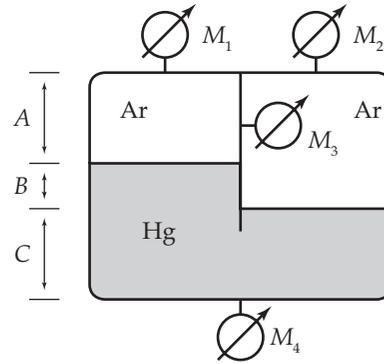

Figura Ep1.3
**Ep1.3** No tanque ilustrado na Figura Ep1.3, as dimensões A, B e C são, respectivamente, 1,0 m, 30 cm e 500 mm. Sabendo que a pressão atmosférica local é igual a 94 kPa e que a pressão indicada pelo manômetro  $M_1$  é igual a 800 kPa, pede-se para determinar os valores indicados pelos demais manômetros.